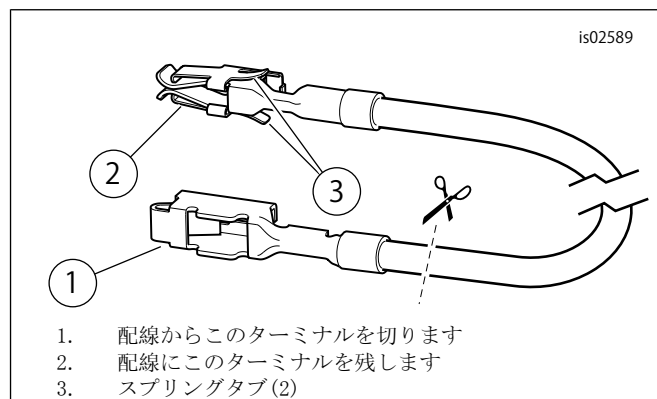

図8. ヒューズブロックアダプターワイヤー(DynaとSoftail)
- 「図22」を参照してください。キットからオレンジ/白ヒューズブロックアダプターワイヤー(9)を取り出します。各末端のターミナルを確認します(「図8」を参照)。スプリングタブ付きターミナルのみが、このヒューズブロックに合います。ワイヤーから慎重に未使用のターミナルを切り取り、廃棄します。
3. 「図22」を参照してください。キットからオレンジ/白ヒューズブロックアダプターワイヤー(9)を取り出します。各末端のターミナルを確認します(「図8」を参照)。スプリングタブ付きターミナルのみが、このヒューズブロックに合います。ワイヤーから慎重に未使用のターミナルを切り取り、廃棄します。